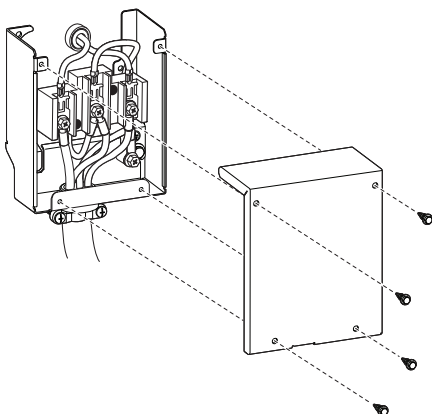

Figure 3 – Retirer la plaque de couverture
2. Ôter le couvercle du logement qui se trouve sur le coin inférieur gauche à l'arrière de la sècheuse. Voir la figure 3.